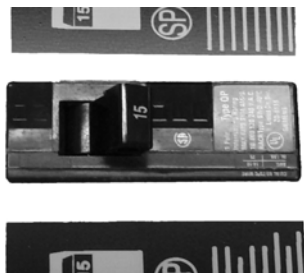

Figure 1
1. Place the circuit breaker to the “off” position (see *Figure 1*).
1. Placer le disjoncteur à la position d'arrêt (voir la **Figure 1**).